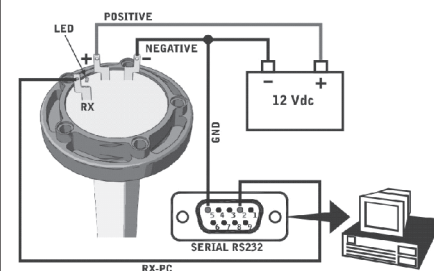

Fig. 9
- RS232 (Fig. 9), alimentazione: 5 ÷ 18Vdc